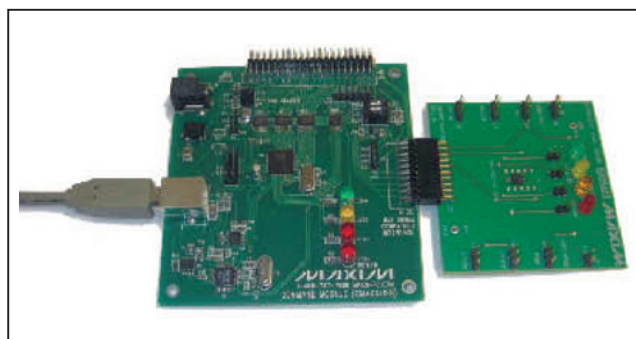

图2. 连接了DS28CZ04评估板的CMAXQUSB模块
DS28CZ04评估系统包括DS28CZ04评估板和CMAXQUSB命令模块及评估软件。DS28CZ04评估板连接到CMAXQUSB命令模块上标有相应标签的引脚，请参考图2中标有“MAX SMBus COMPATIBLE INTERFACE”的P3位置。在Windows XP/2000操作系统下运行评估软件，通过计算机的USB口连接评估板。具体的设置和使用说明，请参考快速入门操作步骤部分。
- b. 将DS28CZ04评估板(参见图2)上的主复位跳线S5 (标有MRZ)接至VCC (将中心引脚跳接至左侧引脚), 并设置地址跳线S1 (标有A1)和S2 (标有A2)。
- 3) 通过修改地址线A1和A2的地址开关S1 (标有A1)和S2 (标有A2)设置相应的从地址。请注意, 引脚A1和A2可短路至地(中间引脚跳接至左侧引脚)或VCC (中间引脚跳接至右侧引脚) (参见图2)。
- 3) 从对应的GPIO输入开关控制模块移除跳线, 允许输出控制。例如, 需要将PIO3设置成输出, 则去掉S3 (标有GPIO3)上的跳线(参见图2)。
- 3) 移掉输出LED控制跳线。例如，禁用PIO1作为LED控制时，拔下跳线J3（标有GPIO1）（参见图2）。